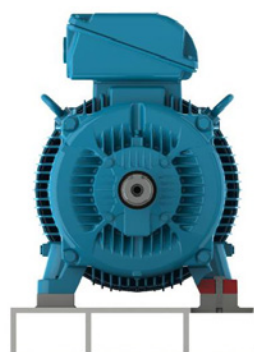

Figura 32 - Motor instalado sobre base metálica.
- Bases metálicas: más comunes para motores de pequeño porte (ver Figura 32).